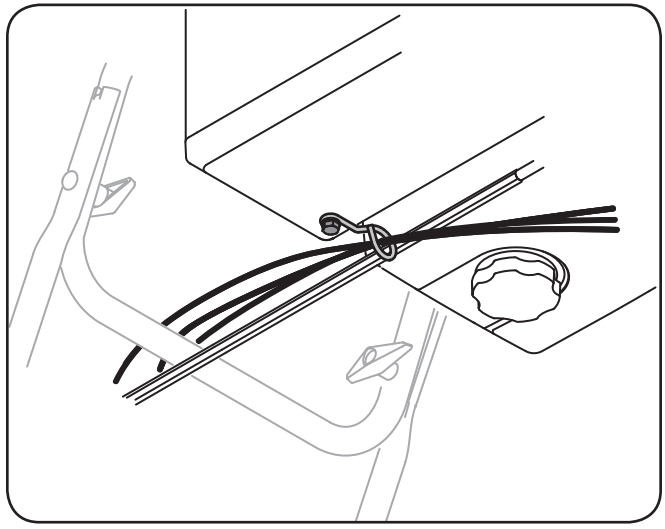

Fig. 3-10
9. Vérifiez que tous les câbles sont acheminés dans le guide et qu'ils restent placés sur le côté gauche de la tige de commande de la goulotte. Voir la Fig. 3-10.